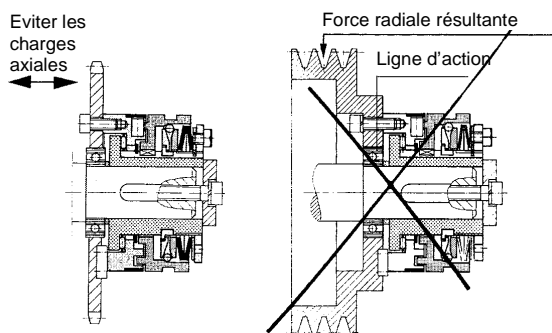

Fig. 4
- ❑ Fixer le limiteur sans jeu dans le sens axial, par ex. avec vis et rondelle (fig. 4) (pour assurer la précision du détecteur).
- ❑ Ne pas exercer de charge axiale sur le limiteur, due par ex. à une transmission par chaîne décentrée ou une contrainte axiale lors du montage de l'élément de transmission (fig. 4).